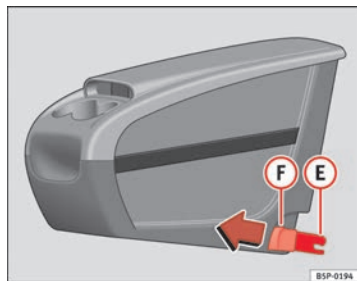
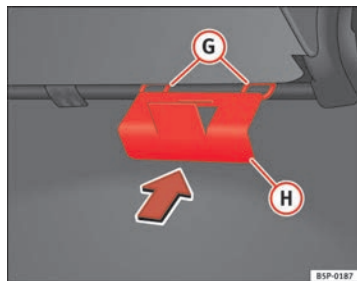

Fig. 112 Portaobjetos móvil. Montaje
Fig. 113 Placa de fijación del portaobjetos móvil
- Coloque desde el interior del vehículo, la placa de fijación **(H)** ⇒ fig. 113 del portaobjetos móvil, por la parte posterior del asiento. Debe estar situada entre el respaldo y el cojín, en la zona de la plaza central.
- Encare las dos piezas de fijación **(E)** ⇒ fig. 112, con las dos anillas de fijación **(G)** ⇒ fig. 113 y presione con fuerza hasta que las dos pinzas clipen totalmente con las anillas.
- Tire de cada uno de los botones ⇒ fig. 112 **(F)** de las pinzas (botones rojos) hacia delante, hasta oír que ha desclipado.